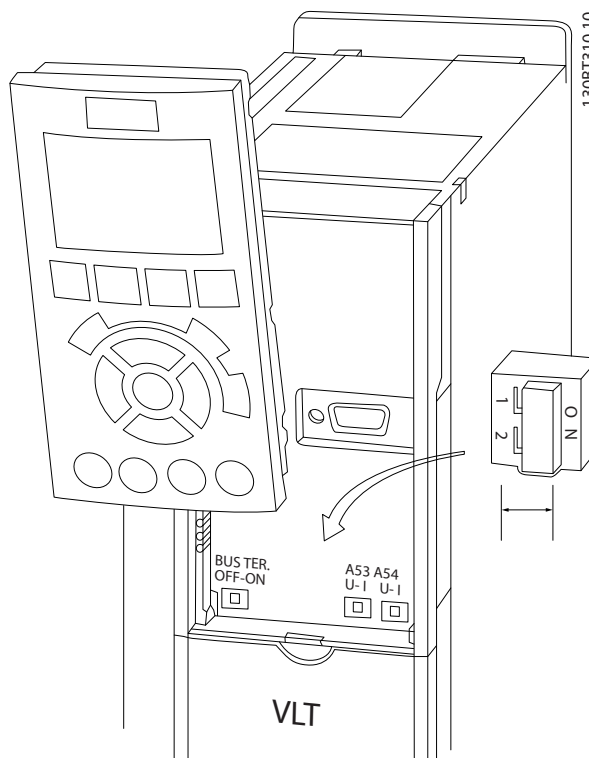

Ilustración 2.20 Ubicación de los conmutadores de los terminales 53 y 54
- Puede accederse a los conmutadores cuando se ha retirado el LCP (consulte la *Ilustración 2.20*). Tenga en cuenta que algunas tarjetas de opción disponibles con la unidad podrían cubrir estos conmutadores y, por tanto, es necesario quitarlas para cambiar la configuración de los conmutadores. Desconecte siempre la alimentación de la unidad antes de quitar las tarjetas de opción.